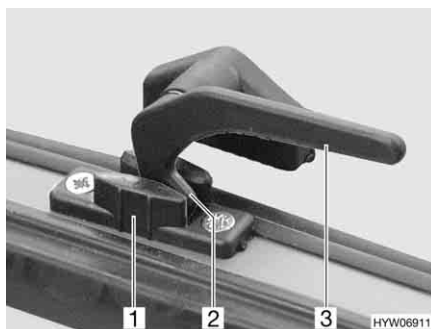

Fig. 31 Leva di serraggio in posizione "Aerazione continua"
- In posizione di "Aerazione continua" (Fig. 31)
- Ruotare la leva di serraggio (Fig. 31,3) di un quarto di giro verso il centro della finestra.
- Girare nuovamente all'indietro la leva di serraggio. Riportare contemporaneamente il nasello di chiusura (Fig. 31,2) nella rientranza della chiusura della finestra (Fig. 31,1).